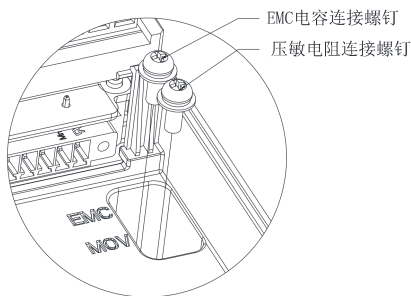

图 4-35 EMC 电容、压敏电阻连接螺钉
- 尝试断开变频器 EMC 电容连接螺钉避免漏保动作，如图 4-35。